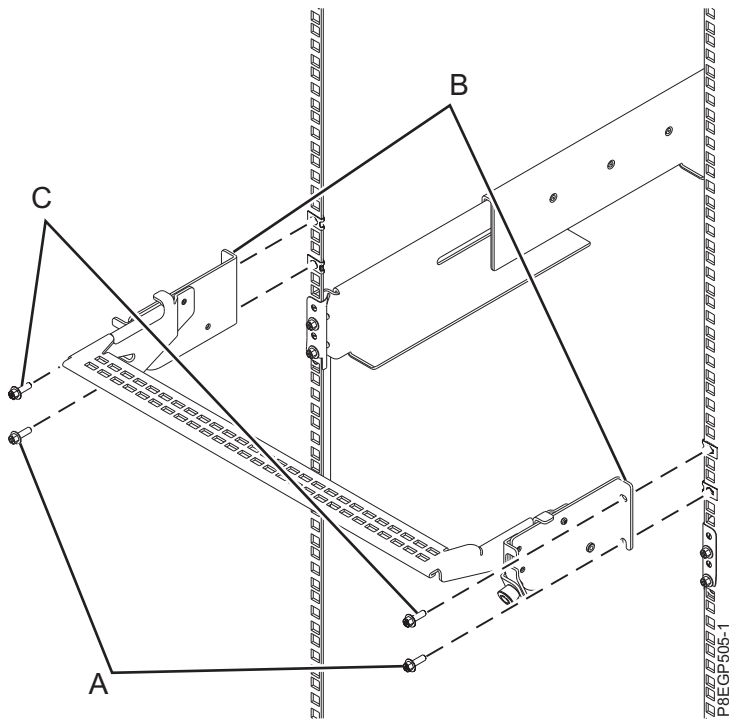

Abbildung 11. Kabelführungshalterung installieren
- a. Ziehen Sie an der Rückseite des Racks zwei M5-Schrauben (**A**) über den Schienenhalterungen des Einschubs, an denen die Klemmmuttern befestigt wurden, leicht an. Bei diesen zwei Schrauben handelt es sich um die unteren Schrauben, mit denen die Kabelführungshalterung am Rack befestigt ist. Siehe Abb. 11 auf Seite 14.
- c. Richten Sie die Halterung so aus, dass die Befestigungsflanschen (**B**) an den oberen Bohrungen in den Rackflanschen ausgerichtet sind (siehe Abb. 11 auf Seite 14).